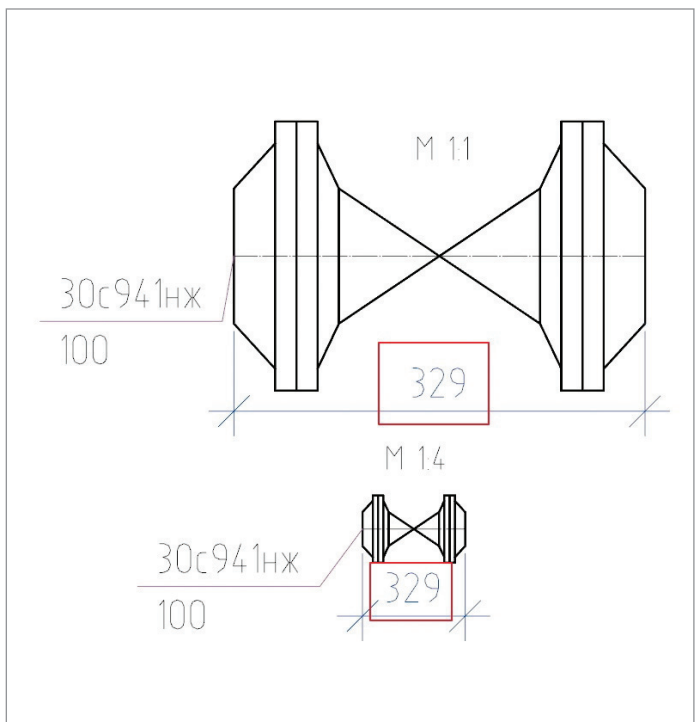

Рис. 5
■ интеллектуальная простановка размеров. Вы всегда можете быть уверены, что размер, установленный на параметрический объект средствами СПДС GraphiCS, будет иметь правильное значение вне зависимости от масштаба вставки объекта (рис. 5);